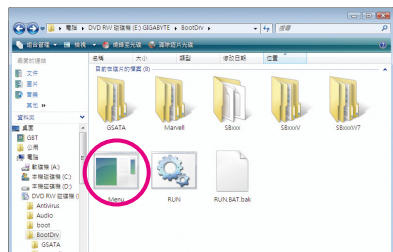
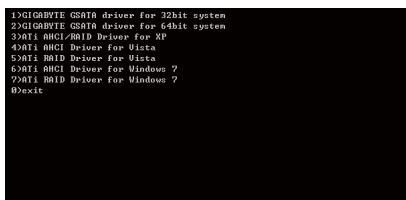

图2
图3
- 2: 进入光盘中「BootDrv」文件夹，双击「Menu.exe」文件(图2)后会出现「命令提示字符」画面，内含如图3的控制器选单。
- 3: 放入空白软盘。按下SATA控制器驱动程序代码后再按<Enter>键。以图3的选单为例，若要安装Windows XP操作系统到AHCI或RAID SATA硬盘，请选择「3) ATi AHCI/RAID Driver for XP」。